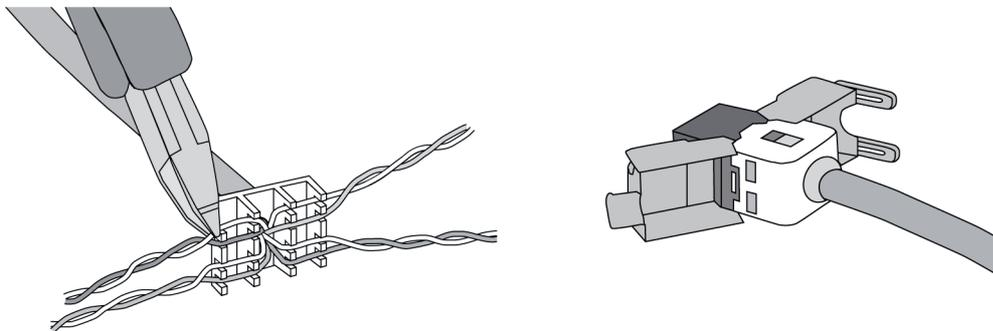

Figura 7: Collegamento spina adattatore al cavo Ethernet
- Collegare il cavo Ethernet al connettore dell'adattatore Ethernet. Per questo spellare i fili Ethernet, non isolarli ed inserirli nel coperchio del connettore dell'adattatore. Tagliare a misura i fili troppo lunghi e applicare correttamente il coperchio alla spina dell'adattatore (figura 7).
- Collegare il cavo dell'adattatore Ethernet in dotazione al morsetto (32) e al connettore dell'adattatore Ethernet.